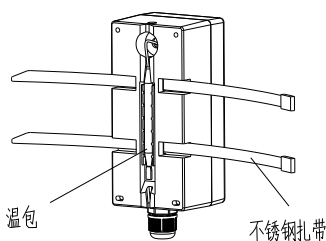
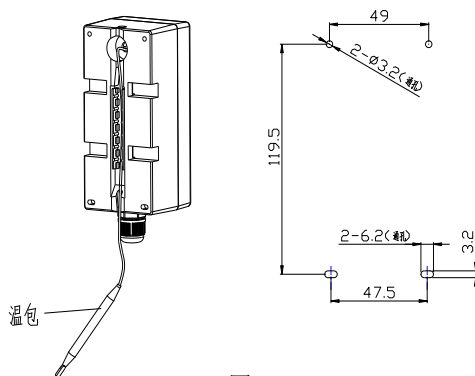

图 1
图 2
1. 通用型(抱箍式)安装：见图 1，把不锈钢扎带穿入底盒，拉紧扎带与被测设备牢固固定，确保感温包与被测设备良好接触。或如图 2，感温包从底部槽位拉出，投入被测环境。控制器可参考底部安装孔位置图固定在适合的安装平面上，也可参考图 1 用不锈钢扎带固定控制器底盒。